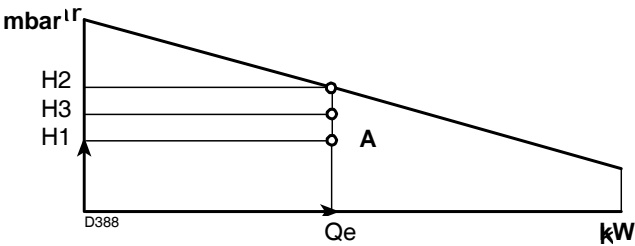

图 3
- 4 从点 A (图 3) 处垂直画一条线，找到相应出力值的最大压力“H2”。
如果“H3”大于“H1”(图 3)，则燃烧器能提供所需出力。